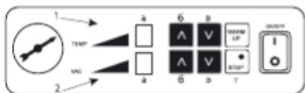

Рис. 1. Панель управления
5. Подключите упаковщик к сети и нажмите выключатель **On/Off** (см. рис. 1) Машина готова к работе, когда загорится индикатор готовности.
- **В случае плохого качества сварки** необходимо произвести регулировку температуры сварки следующим образом: в соответствии с рис. 1 с помощью клавиш **▲** и **▼** установки температуры необходимо
**Увеличение/уменьшение разряженности в вакуумной камере** во время упаковки уставнавливается с помощью клавиш **ESC** вакуумной установки следующим образом: в соответствии с рис. 1 с помощью клавиш вакуумной установки необходимо **увеличить** (уменьшить) значение. Заводская установка значения - 4 ед.